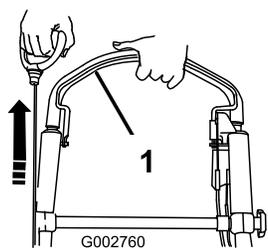

Figura 23
2. Tenete la barra di comando della lama premuta contro la stegola e tirate l'avvitatore autoavvolgente (Figura 23).